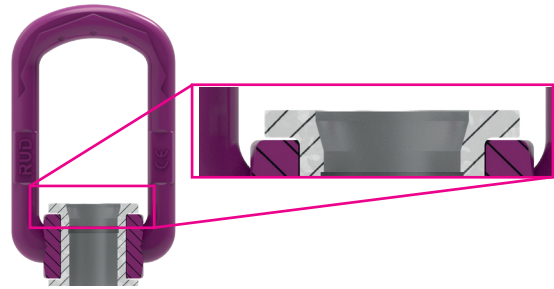

Abb. 8: VLBG im Schnitt dargestellt. An der oberen Buchse ist die Einführschräge zu erkennen
1. Stecken Sie die Schraube in die mit einer Einführschräge ausgeführte Buchse (siehe Abb. 8).